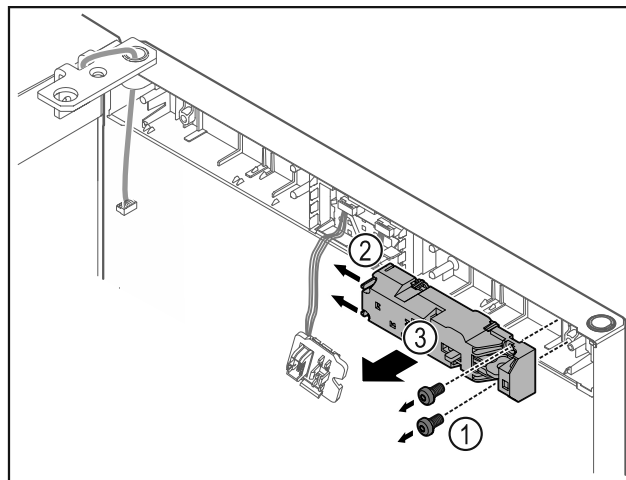

Fig. 18
- Îndepărtați Fig. 18 (1) șuruburile.
- Apăsăți ciocurile de fixare Fig. 18 (2) în lateral și detașați încuietoarea de la distanță Fig. 18 (3).